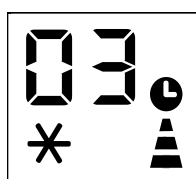

Fig. 3
- Prima o botão , o ecrã irá exibir 1-24 horas e o símbolo ,  e  irão piscar em simultâneo (fig. 3).